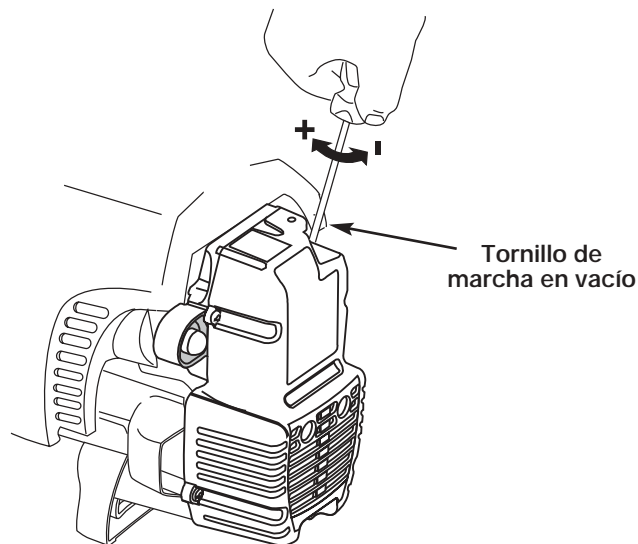

Fig. 23
La velocidad lenta del motor puede ser ajustada por la cubierta del silenciador / filtro de aire (Fig. 23).
2. Mueva el control del regulador y deje que el motor funcione en mínima. Si el motor se para, inserte un destornillador pequeño Phillips en el orificio de la cubierta del filtro de aire / silenciador (Fig. 23). Gire el regulador de velocidad mínima hacia dentro en sentido horario 1/8 de vuelta por vez (según sea necesario) hasta que el motor funcione en velocidad mínima en forma continua.